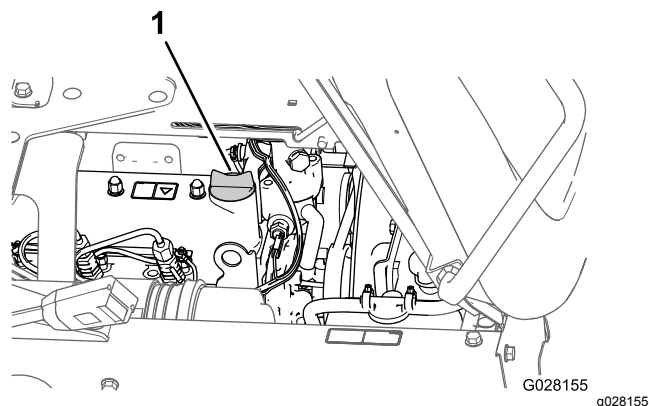

Bild 69
3. Nehmen Sie bei niedrigem Ölstand den Fülldeckel von der Ventilabdeckung ab und gießen Sie Öl in den Füllstutzen, bis der Ölstand an der Voll-Markierung am Peilstab liegt (Bild 69).